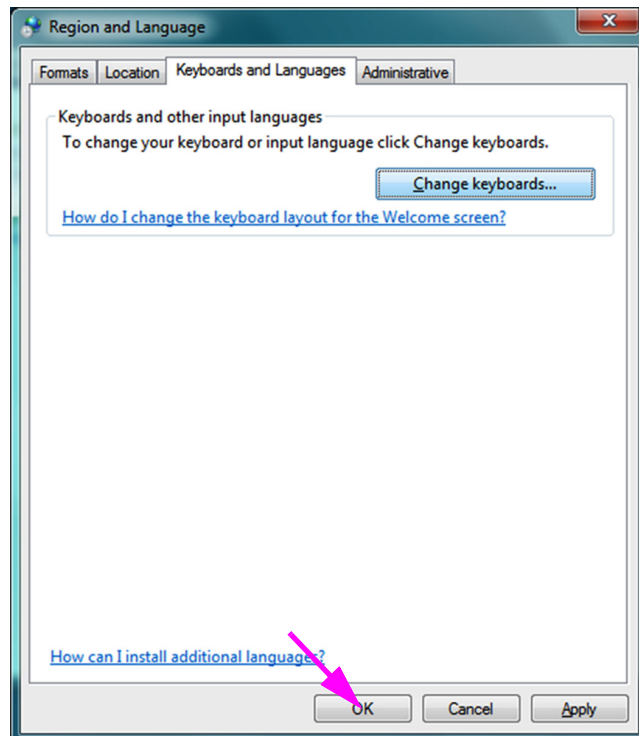

Abbildung C-12. Bildschirm „Region and Language“ (Region und Sprache) – Registerkarte „Keyboards and Languages“ (Tastaturen und Sprachen)
8. Kehren Sie zur Registerkarte „Keyboards and Languages“ (Tastaturen und Sprachen) zurück (vgl. Abbildung C-12) und klicken Sie auf die Schaltfläche **OK**, um die Änderung der Tastatursprache abzuschließen.